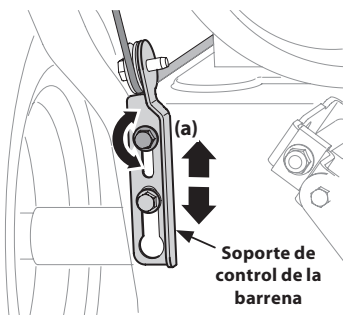
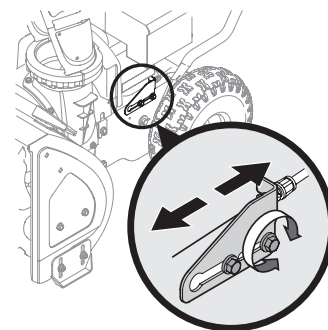

Figura 2-57
Figura 2-58
4. Deje la barrena engranada durante aproximadamente diez (10) segundos antes de soltar la palanca de control de la misma. Repita esta operación varias veces.
7. Para volver a ajustar el cable de control de la barrena, afloje el tornillo hexagonal superior (a) en todas las unidades excepto en la unidad E-Z Chute™, soporte de control de la barrena. Consulte la Figura 2-57.
8. En los modelos E-Z Chute™, afloje el tornillo hexagonal posterior del soporte de control de la barrena. Consulte la Figura 2-58.
9. Ubique el soporte hacia arriba en todas las unidades excepto la E-Z Chute™, empuje el soporte de ajuste hacia adelante en esas unidades para dar más holgura (o hacia abajo/atrás para incrementar la tensión del cable). Consulte la Figura 2-57 o la Figura 2-58 según cuál sea su unidad.
2. Extraiga el pasador de chaveta (a) y la arandela (b) de la férula de ajuste de la varilla de cambios y extraígalas de la palanca de cambios. Consulte la Figura 2-57.
3. Gire el soporte de cambio hacia abajo lo más que se pueda. Consulte la Figura 2-58.
4. Gire la férula hacia arriba o hacia abajo en la varilla de cambios según sea necesario hasta que quede alineada con el orificio superior de la palanca de cambios. Consulte el recuadro de la Figura 2-57.